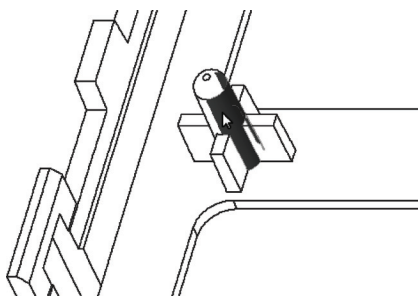
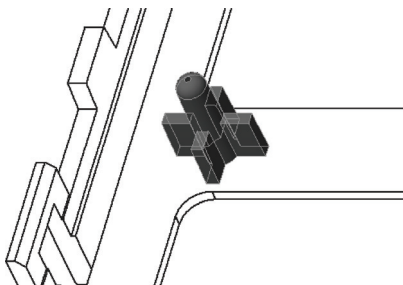

图 8-72 指定种子曲面
图 8-73 选择凸台形状曲面集
2) 在功能区中打开“柔性建模”选项卡，在图形窗口中先选择图 8-72 所示的一个曲面，接着在“形状曲面选择”组中单击  (多凸台) 按钮，从而选择图 8-73 所示的形状曲面集。